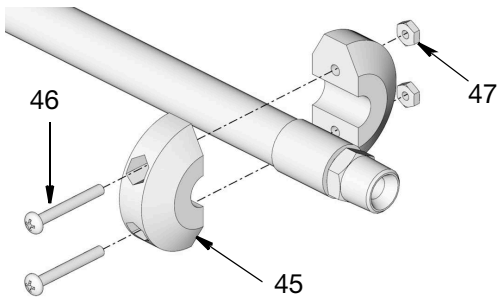

Рис. 14
- Установите на место шаровой ограничитель и распределительный клапан (Рис. 14).